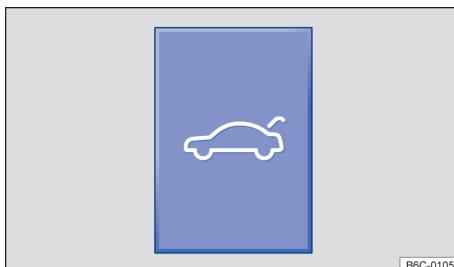

Fig. 62 No console central: botão de destravamento da tampa traseira.
- **OU:** no console central, pressionar o botão  → Fig. 62.